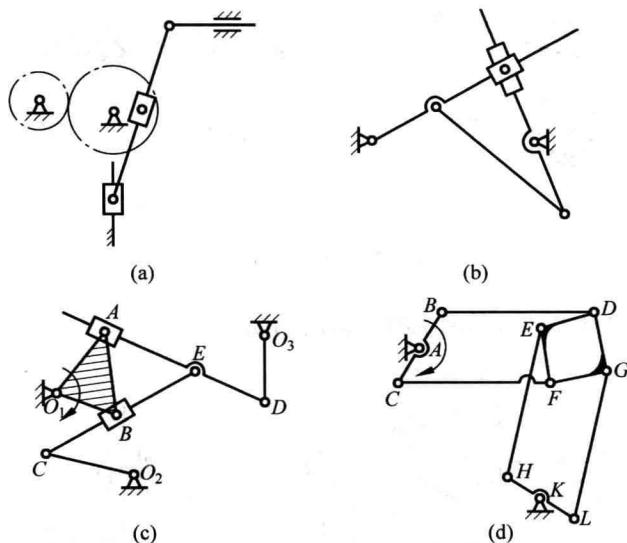

图 1.23 题 1.2.7 图
1.2.7 用自由度计算公式计算如图 1.23 所示机构的自由度。